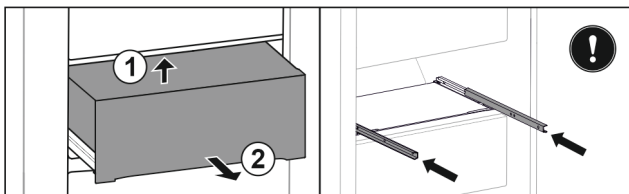

Fig. 104
- Schubfach von unten hinten anheben. Fig. 104 (1)
- Schubfach nach vorne entnehmen. Fig. 104 (2)